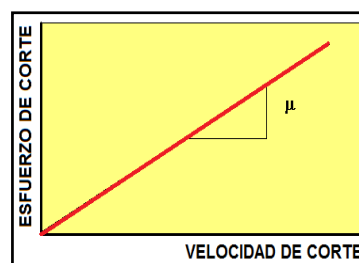

Figura A-6. Comportamiento del fluido Newtoniano.
**Fluido Newtoniano.** Son aquellos fluidos que exhiben una proporcionalidad directa entre el esfuerzo de corte y la velocidad de corte. Por ejemplo; diesel y agua, figura A-6.